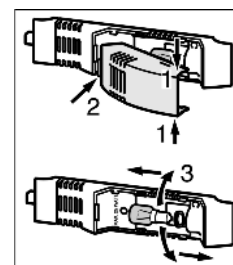

Fig. 17
- ▶ Возьмитесь за крышку лампы сверху и снизу Fig. 17 (1).
- ▶ Выведите крышку лампы сзади из зацепления и снимите Fig. 17 (2).
- ▶ Замените лампу Fig. 17 (3).